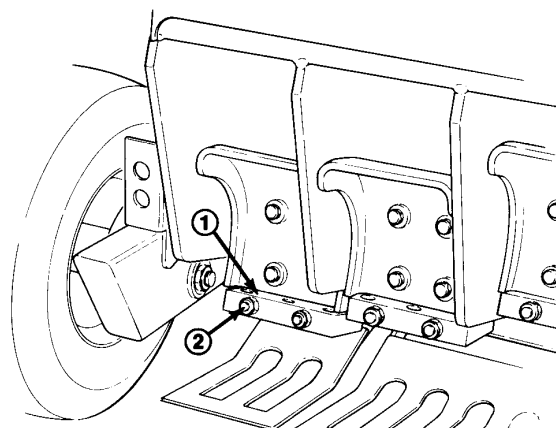

Fig. 9
4. Allentare i due dadi esagonali su ciascun blocco di rebbi ed inserirli finché non fuoriescono sulla flangia del blocco rebbi (Fig. 9).